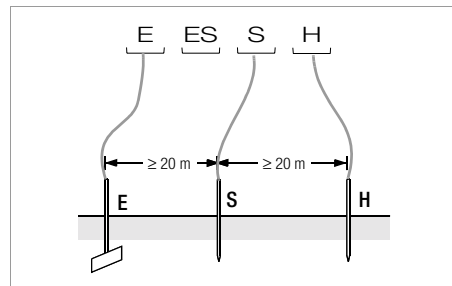

Bild 2 Messung des Erdungswiderstandes nach dem Dreileiterverfahren
- Setzen Sie die Spieße für Sonde und Hilfsleiter in mindestens 20 m bzw. 40 m Entfernung vom Erder (vgl. Bild 2 Seite 14).